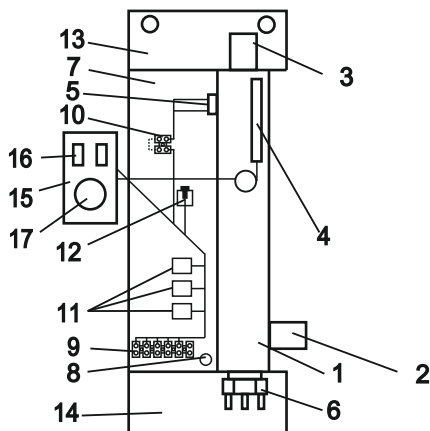

Рисунок 2 (кожух не показан):
4.3 Приборы ЭВАН-NEXT в соответствии с рис. 2 состоят из следующих основных частей:
- котла (1) с входным (2) и выходным (3) патрубками G1, датчиком терморегулятора (4), аварийным самовозвратным термовыключателем (5), отключающим прибор при 92° C, и блоком ТЭНов (6);
- панели установочной (7), с размещенными на ней: зажимом заземления (8) для подключения защитного проводника РЕ; зажимом винтовым (9), служащим для подключения внешнего силового кабеля и циркуляционного насоса; зажимом винтовым (10) для подключения датчика температуры воздуха, реле коммутации (11) и предохранителем циркуляционного насоса (12);
- верхнего (13) и нижнего (14) кронштейнов;
- панели управления (15), с расположенными на ней выключателями ступеней мощности (16) и терморегулятором (17), служащим для установки температуры нагрева теплоносителя.